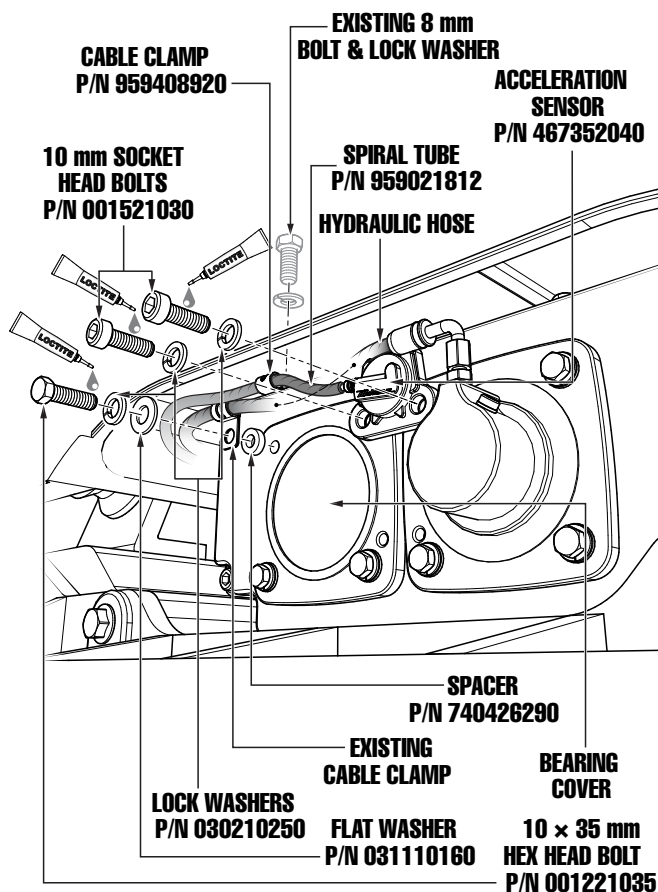

Figure 7. Installation du capteur d'accélération
4. Placer un petit collier de serrage (N/P 959408920) sur le tube en spirale (N/P 959021812) près de l'extrémité du capteur de l'ensemble du capteur d'accélération (N/P 467352040). Voir la Figure 7.
5. Insérer le boulon de 8 mm existant qui a été retiré plus tôt dans le collier de serrage (N/P 959408920), et la rondelle de blocage existante. Réinstaller le boulon dans son emplacement d'origine et serrer fermement. Voir la Figure 7.
6. Appliquer de la LoctiteMD 243MC sur les filetages des deux boulons à tête creuse de 10 mm (N/P 001521030). Voir la Figure 7.
7. Fixer le capteur d'accélération (N/P 467352040) au vibreur avec les deux vis à tête creuse de 10 mm (N/P 001521030) et des rondelles de blocage (N/P 030210250). Serrer au couple les boulons à 54,2 pi-lb (73,6 Nm). Voir la Figure 7.
8. Appliquer de la LoctiteMD 243MC sur les filetages du boulon à tête hexagonale de 10 x 35 mm (N/P 001221035). Voir la Figure 7.
9. Insérer la vis à tête hexagonale de 10 x 35 mm (N/P 001221035) dans une rondelle de blocage (N/P 030210250), la rondelle plate (N/P 031110160), le collier de serrage existant sur le flexible hydraulique et l'entretoise (N/P 740426290). Voir la Figure 7.
10. Fixer le flexible hydraulique au chapeau de palier avec la vis à tête hexagonale de 10 x 35 mm (N/P 001221035). Serrer au couple le boulon à 54,2 pi-lb (73,6 Nm). Voir la Figure 7.